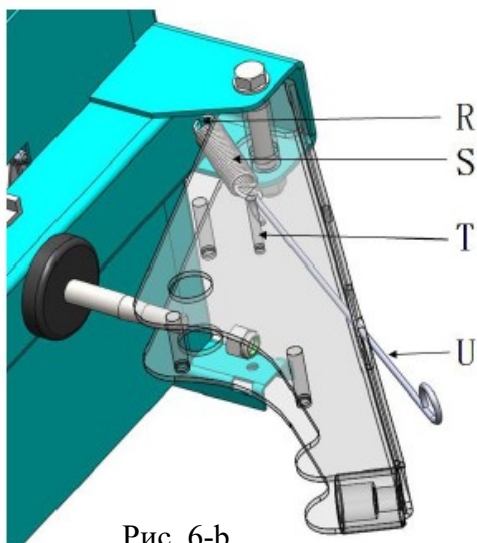

Рис. 6-b
- Шаг 2: Установка пружины рычага. Как показано на рис.6-b, зацепите один конец пружины S в отверстии R, используя крючок пружины U, зацепите другой конец пружины S за пружинный штифт T. Извлеките крючок пружины.